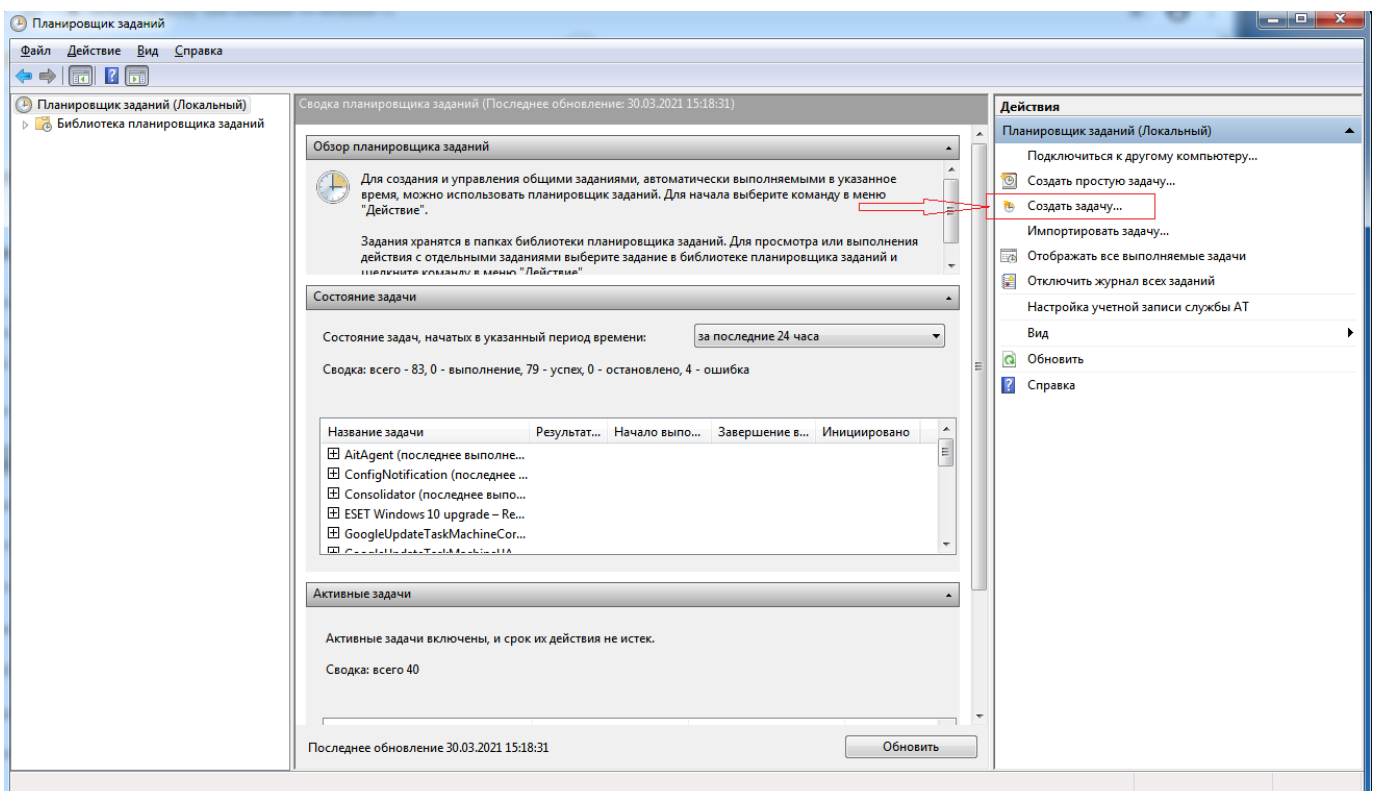

Рисунок 3.20 - Окно Планировщика заданий
2. В открывшемся окне планировщика заданий выберите действие "Создать задачу" (см. рис. 3.20).